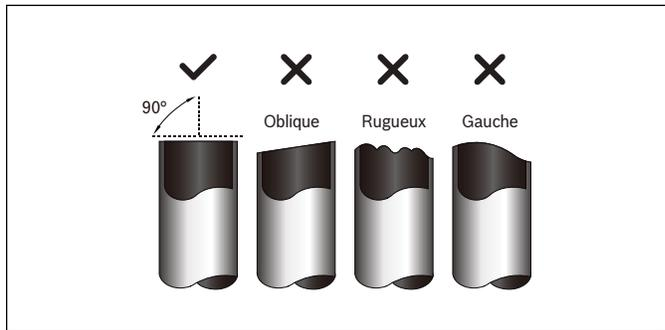

Figure 12
3. Assurez-vous que le tuyau est coupé à un angle parfait de 90°. Consultez la Fig. 12 pour avoir des exemples de coupe.